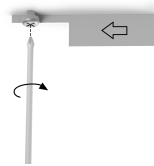

Рисунок 5
3. Монтажные пазы в св-ке предусмотрены для метизов с диаметром стержня 4-5мм и диаметром шляпки не более 12мм. В подготовленные отверстия установить метизы с цилиндрической головкой с помощью шаблона (входит в упаковку), см. Рисунок 5;